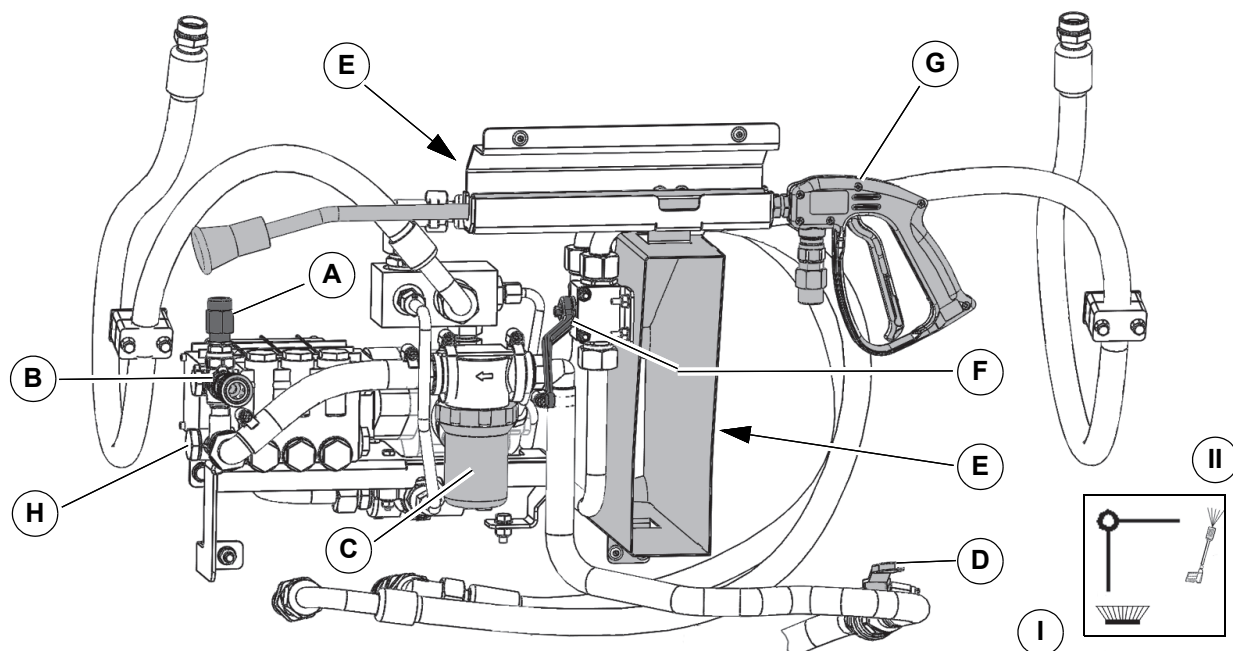

Bild 151:
Högtryckstvätten **Bild 151-H** är placerad bakom sopmaterialbehållarens baklucka. Kontrollera följande före driftstart:
- Kontrollera högtryckstvättens vattenfilter **Bild 151-C**, rengör det vid behov.
2. Ta ut tryckslangen från slanghållaren och placera den på kopplingen **Bild 151-B**.
3. Ställ om omkopplingsventilen **Bild 151-F** till positionen *Högtryckstvätt*.
4. Öppna färskvattentillförseln **Bild 151-D**.
6. Ställ vid behov in tryckregulatorn **Bild 151-A** på önskat arbetstryck.
7. Rengör ytan med lansen **Bild 151-G**.
8. Ställ omkopplingsventilen i läget Fläkt och stäng färskvattentillförseln igen. Placera lansen och tryckslangen i de för detta avsedda förvaringsplatserna **Bild 151-E** efter rengöringen.